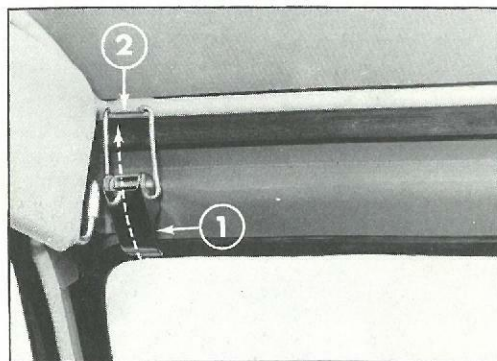

Fig. 26 - Ouverture avant de la capote
- Tirer sur les leviers (Fig. 26 - Rep. 1) pour en dégager les boucles des crochets de maintien (Rep. 2).
- Stabiliser le cadre pivotant en le plaquant au moyen des leviers (Fig. 26 - Rep. 1)